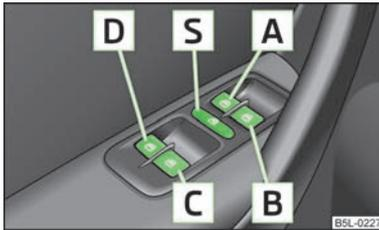

Abb. 18
- Werden auf den Rücksitzen Kinder befördert, wird empfohlen, die elektrischen Fensterheber der hinteren Türen außer Funktion zu setzen (Sicherheitsschalter » Abb. 18.
Die Tasten für die einzelnen Fenster befinden sich in der Armlehne der Fahrertür » Abb. 18, in der Beifahrertür und in den hinteren Türen » Seite 41.
Durch Drücken des Sicherheitsschalters **S** » Abb. 18 können die Tasten der Fensterheber in den hinteren Türen außer Funktion gesetzt werden. Durch wiederholtes Drücken des Sicherheitsschalters **S** sind die Tasten der Fensterheber in den hinteren Türen wieder funktionsfähig.